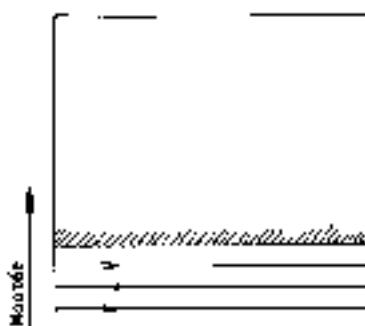

Fig. 20
c) Parcelles irrégulières (fig. 20/21/22)